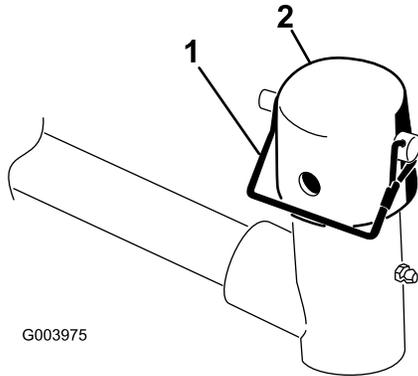

Figura 8
7. Retire el pasador de seguridad y el tapón de la horquilla de pivote del brazo de elevación (Figura 8).
11. Coloque el tapón sobre el eje del bastidor de tiro y la horquilla del brazo de elevación. Utilice la ranura si se desea una unidad de corte dirigitible, y utilice el taladro si la unidad de corte va a quedar bloqueada en una posición fija (Figura 8).